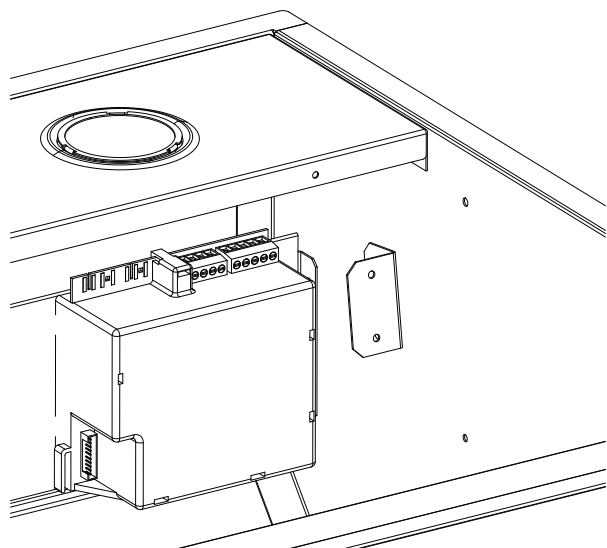

Figure 16 : Raccordement de la boîte à relais
- Débranchez le faisceau de fils qui va du panneau de la commande à distance à la boîte à relais (Figure 16).
d) Branchez le faisceau compris dans la trousse de la commande à distance de fils dans la boîte à relais (Figure 16).